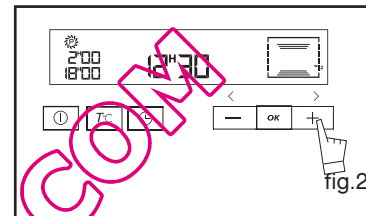

fig.2
- Druk op de toets + of - om de gewenste eindtijd in te stellen (fig.2).